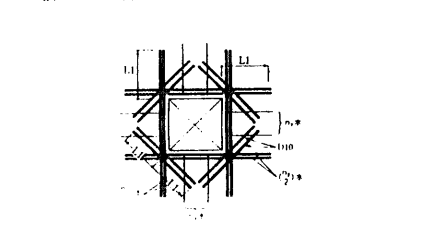

図5.7.10
① 床版開口部の最大径が700mm以下の場合、図5.7.10により開口部によって切られる鉄筋と同等の鉄筋を補強し、開口部に斜め方向にD10 $\times$ 2 L1 $\times$ 2を上下筋の内側に配筋する。